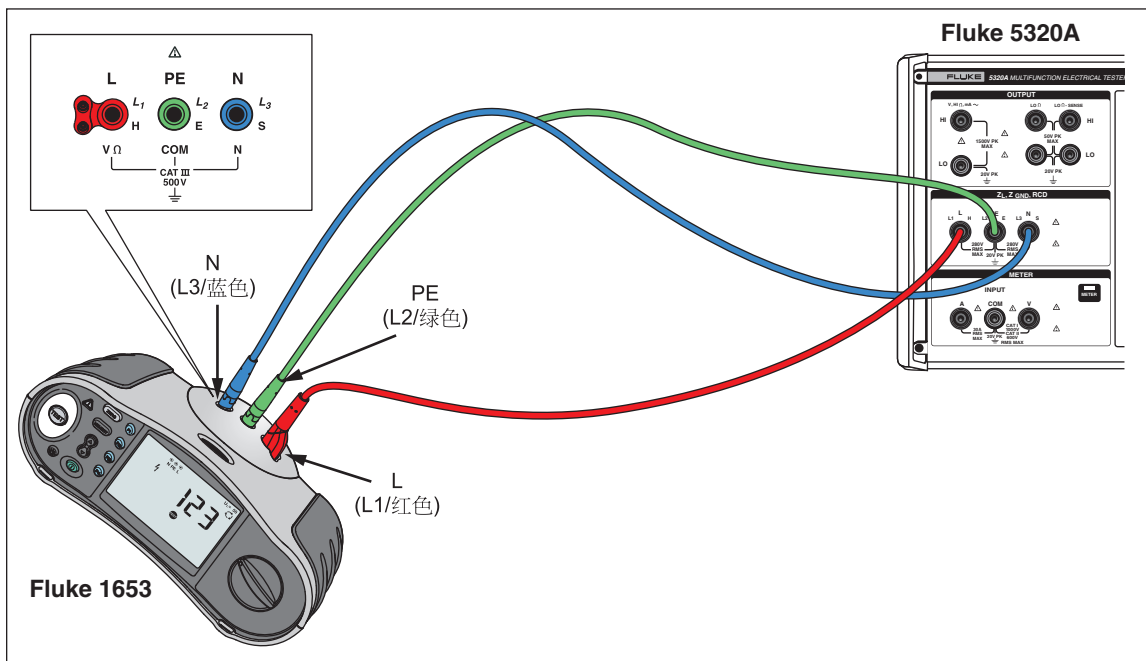

图7-12.在 Fluke 1653 上进行电源线路和环路阻抗校准
2. 使用图7-12，将 UUT 连接到校准器的 L、PE 和 N 端子。对于某些电源线路阻抗测试仪，不需要连接 PE。
2. 使用图 7-12，将 UUT 连接到校准器的 L、PE 和 N 端子。